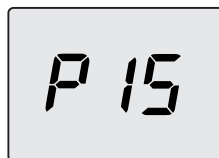

图 5.31
- 使用 13 或 14 键滚动通过各种参数，直到 LCD 显示屏显示字母 P15 和参数值，指示“参数 15”的输入项（图 5.31）。
- 同时按 12 和 13 键（图 5.29），则会退出，并且不改变数值（返回参数列表图 5.31）。